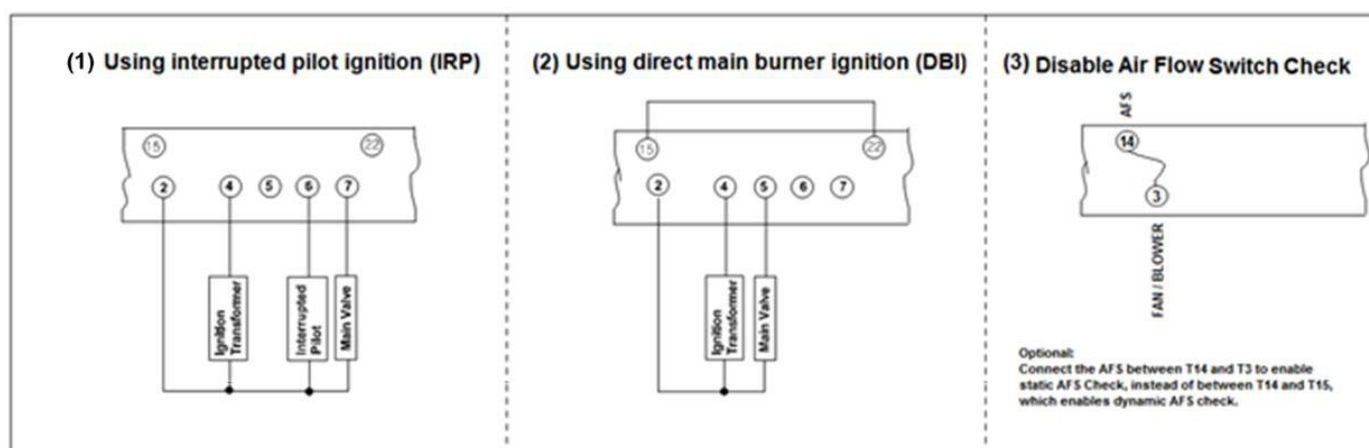

図. 3-2：外部機器との配線例2
4. **ダイレクト着火**のときは、15番端子と22番端子をジャンパーしてください。そしてメインバルブを5番端子に接続してください。図3-2(2)を参照下さい。